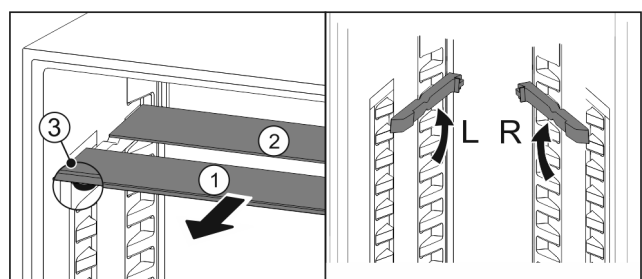

Fig. 29
- ▶ Посуньте Fig. 29 (1) скляну панель вперед.
- ▷ Скляна панель *Fig. 29 (1)* з декоративною планкою лежить спереду.
- ▷ Стопори *Fig. 29 (3)* показують вниз.